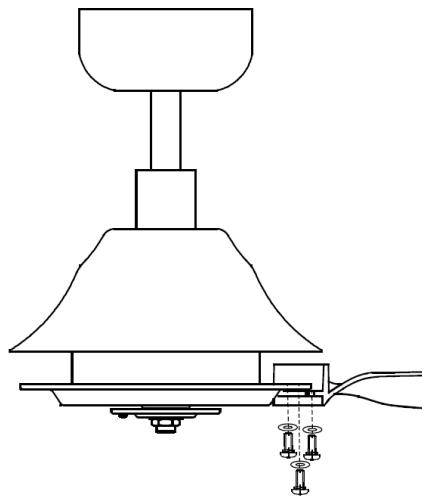

Abb. 8
- Führen Sie die Schrauben durch die Rotorenblathalterungen und Rotorenblätter hindurch und befestigen Sie die Rotorenblätter dann durch das Festziehen der 3 Schrauben am Motor. Abb. 8